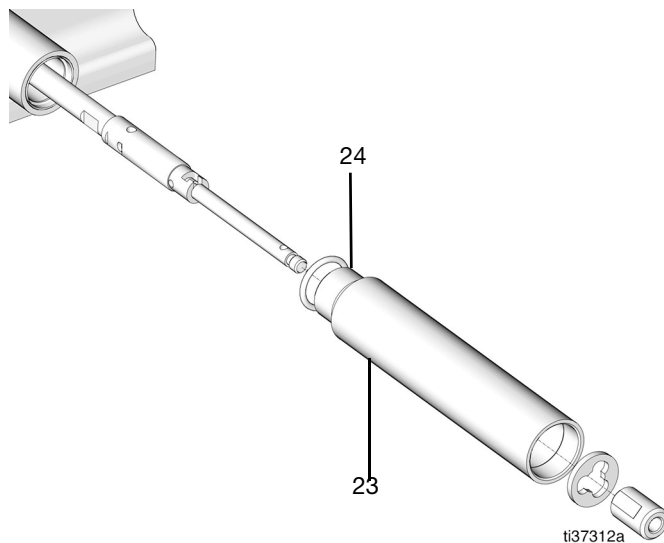

FIG. 39
21. Afloje y desmonte el tubo de la base de la bomba (23) con una llave grifa y retire la junta tórica (24) del tubo de la base de la bomba (23) (FIG. 39).